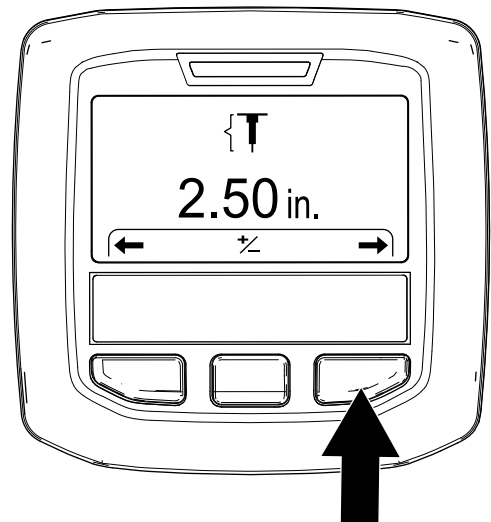

Bild 47
3. Drücken Sie die rechte InfoCenter-Taste, um den Bildschirm „Einstellen der Lochtiefe“ anzuzeigen (Bild 47).